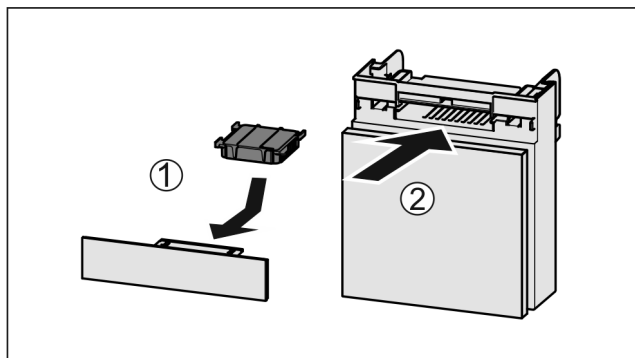

Fig. 156
- ▶ Установите фильтр с активированным углем, как показано на рисунке Fig. 156 (1).
- ▷ Фильтр с активированным углем ощутимо фиксируется. Если фильтр с активированным углем показывает вниз: ▶ Вставьте отделение Fig. 156 (2).